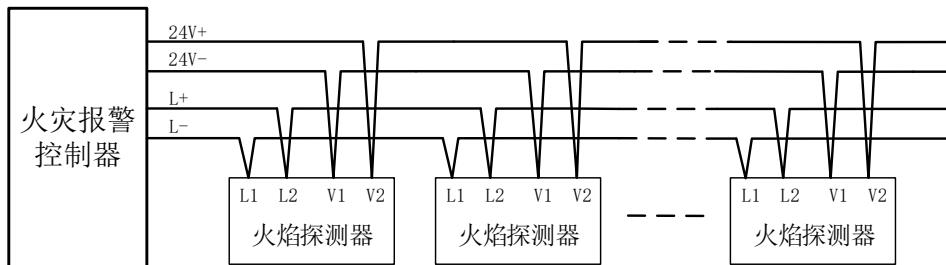

图 5 编址模式接线图
- 将消防两总线接在 L1、L2 端子上, 接线无极性; 将电源线接在 V1、V2 端子上, 接线无极性, 如图 5。